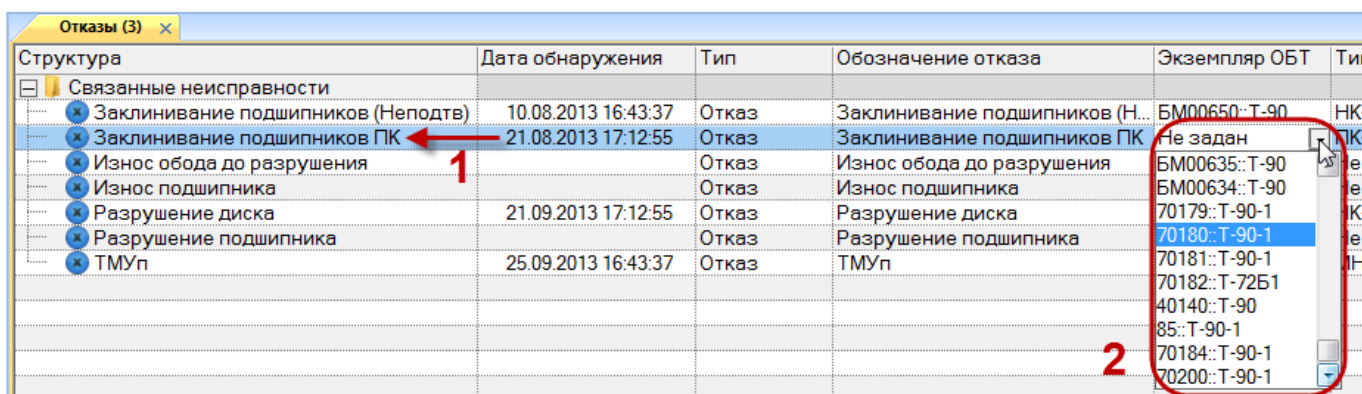

Рис. 26-17 – Выбрать экземпляр ФИ из списка
- 2) Выделить неисправность в рабочем окне «Неисправности» или в окне связанных объектов «Неисправности» для экземпляра ФИ (1 на рис. 26-17).
- 3) Раскрыть список в поле «Экземпляр ФИ» и выбрать экземпляр (2 на рис. 26-17).